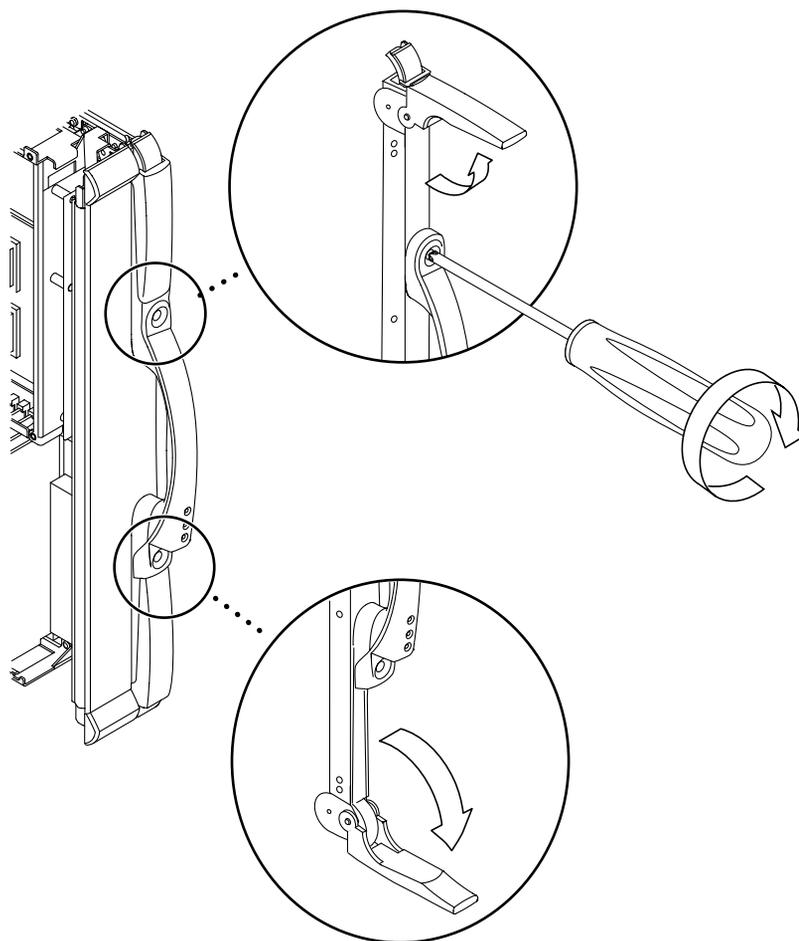

図 8-4 取り外しレバーのロック解除
4. プラスのねじ回し (Phillips の 2 番) を使用して、CPU/メモリーボードの取り外しレバーのロックを解除します (図 8-4)。
5. ボードに対して直角になるまで、取り外しレバーを手動で回転させます (図 8-4)。
2. CPU/メモリーボードの取り外しレバーが、開の位置にあることを確認します。開の位置とは、取り外しレバーがボードに対して直角にある状態です (図 8-4)。